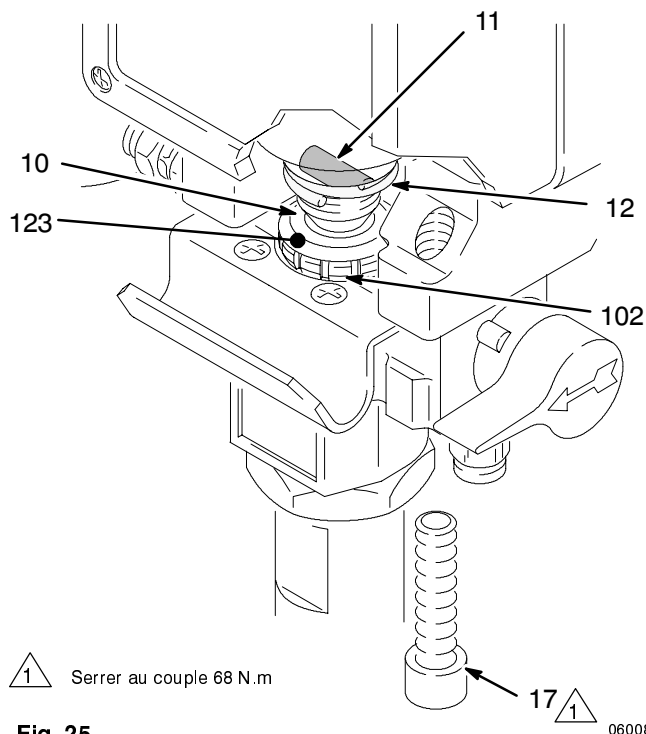

Fig. 25
Veiller à ce que le ressort de retenue (12) soit bien installé dans la gorge, tout autour de celle-ci, pour éviter que la goupille (11) ne se déloge sous l'effet des vibrations. Voir Fig. 25.